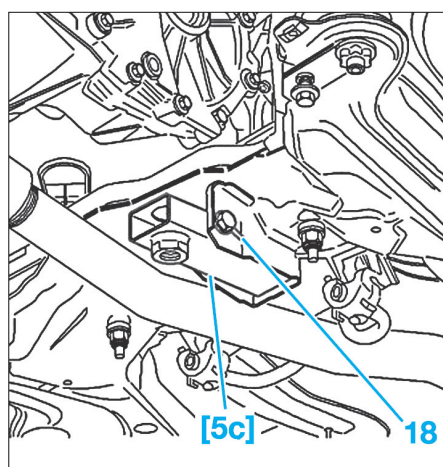

Fig. 9
- Positionner la barre transversale [5b] sur les pinces [5a] et le support [5c] en lieu et place de la biellette anticouple (Fig.9).